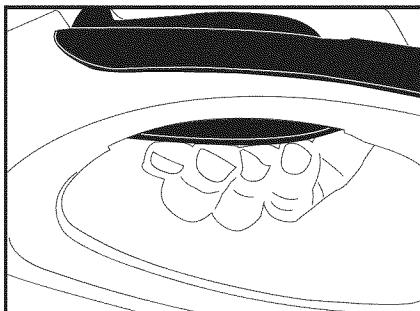

Figure 8
3. Tout en maintenant l'interrupteur de sécurité en position sous le pouce, relever l'autre interrupteur avec les doigts. (Voir figure 8.) Cela met l'accessoire sous tension pour commencer le travail. Il N'EST PLUS nécessaire de continuer à appuyer avec le pouce lorsque l'accessoire a démarré.